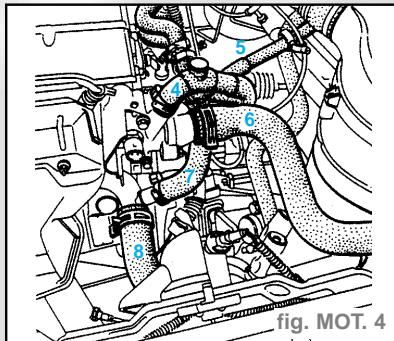

fig. MOT. 4
- les durits (4), (5), (6), (7) et (8) (fig. MOT. 4),